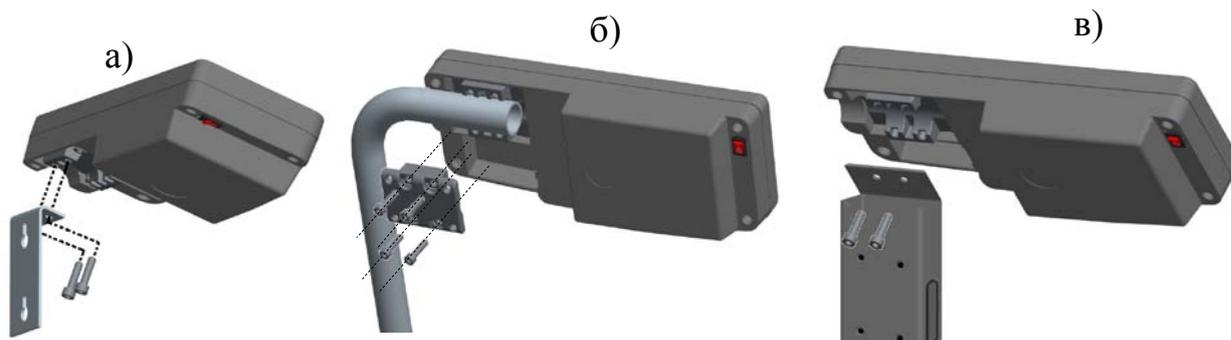

Рис. 7.4 - Варианты крепления терминала:
Привинтить к терминалу кронштейн, Рис. 7.4 а. Установить терминал в удобном для работы месте.
Установить терминал на стойку Рис. 7.4 б.
- Установить терминал на стойку Рис. 7.4 в.